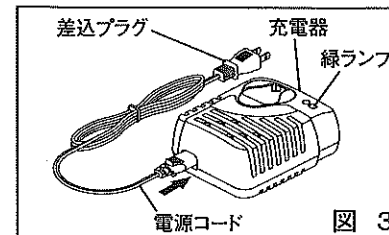

図3
- ② 電源コードと充電器を接続してから電源コードの差込プラグを電源に差し込んでください。緑ランプがゆっくり点滅していることを確認してください。緑ランプの点滅は充電可能な状態を表します。(図3)